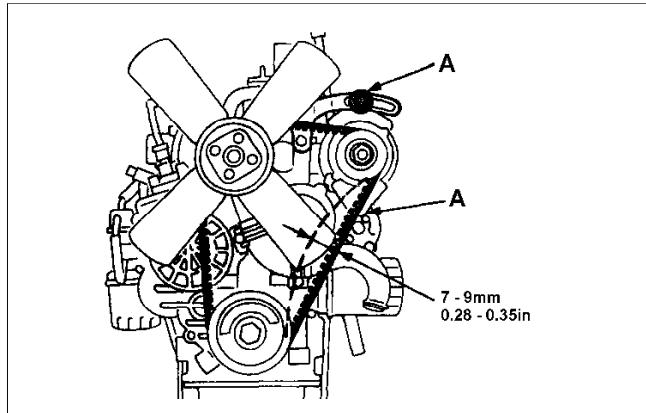

Fig.42
- Beide Befestigungsschrauben des Generators (A Bild 42) lösen und Generator verdrehen, bis die einwandfreie Keilriemenspannung erreicht ist.
- Rilasciare i due bulloni (A Fig. 42) di fissaggio dell'alternatore, e regolare quest'ultimo fino ad ottenere la giusta tensione.